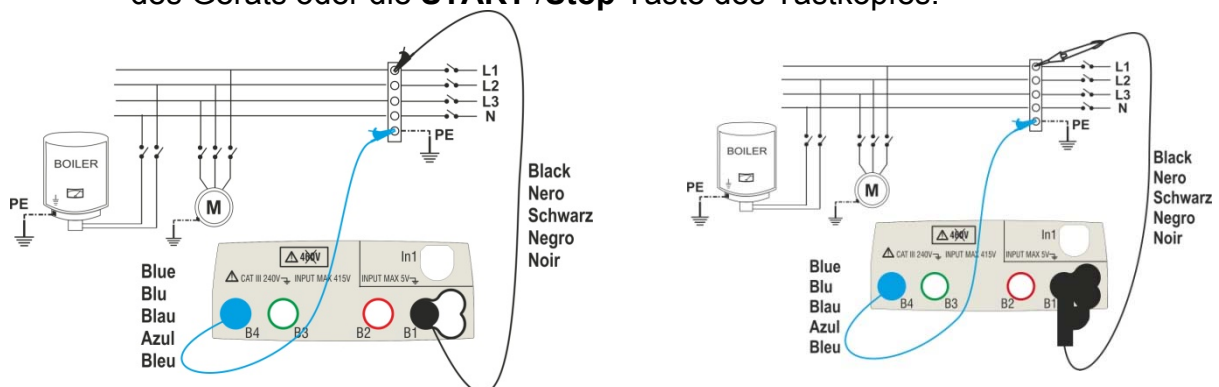
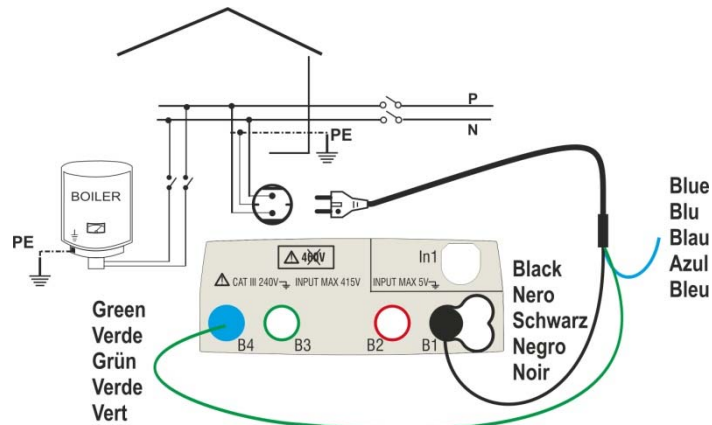

Abb. 8: Geräteanschluss mit Einzelkabeln und Tastkopf
Abb. 9: Geräteanschluss mittels Schuko-3 Leiter Kabel
6. Verbinden Sie die Krokodilklemmen und/oder die Messkabel und/oder den Tastkopf mit den Enden der zu testenden Leiter wie in Abb. 8 und Abb. 9.gezeigt